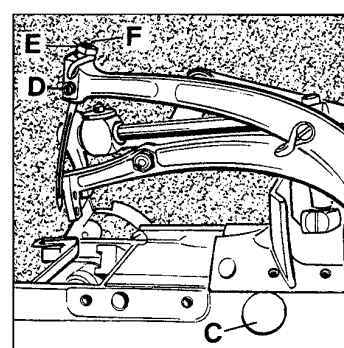

Fig.7
If adjustment is required remove plug (C, Fig. 7). Set screw for looper shaft is accessible through this hole. Loosen the screw and move the looper shaft to the right or to the left to obtain the 4 mm (5/32") respectively the 3.6 mm (9/64") distance. The looper point should pass as close as possible to the back of the needle without contacting it. Clearance 0.08 to 0.13 mm (0.003 to 0.005 in.). Retighten screw and remount the plug.
If adjustment is necessary, loosen set screw (D, Fig. 7) and remove needle, then loosen lock nut (E) and regulate the height adjustment screw (F) to set the needle to the required height. Retighten lock nut (E) to maintain this setting.
Ist eine Einstellung notwendig, entfernen Sie den Verschlußstopfen (C, Fig. 7). Durch diese Bohrung ist die Befestigungsschraube für die Greiferwelle zugänglich. Lösen Sie die Schraube und schieben Sie die Greiferwelle nach rechts oder links, bis der Abstand 4 bzw. 3,6 mm erreicht ist. Die Greiferspitze soll so dicht wie möglich hinter der Nadel vorbei gehen, ohne diese zu berühren (0,08 - 0,13 mm Abstand). Ziehen Sie die Schraube wieder an und montieren Sie den Verschlußstopfen.
Ist eine Einstellung notwendig, lösen Sie die Befestigungsschraube (D, Fig. 7) und entfernen Sie die Nadel; dann lösen Sie die Mutter (E) und regulieren die Höhen-Einstellschraube (F) entsprechend auf die richtige Nadelhöhe. Ziehen Sie die Mutter (E) wieder an, damit diese Einstellung erhalten bleibt.